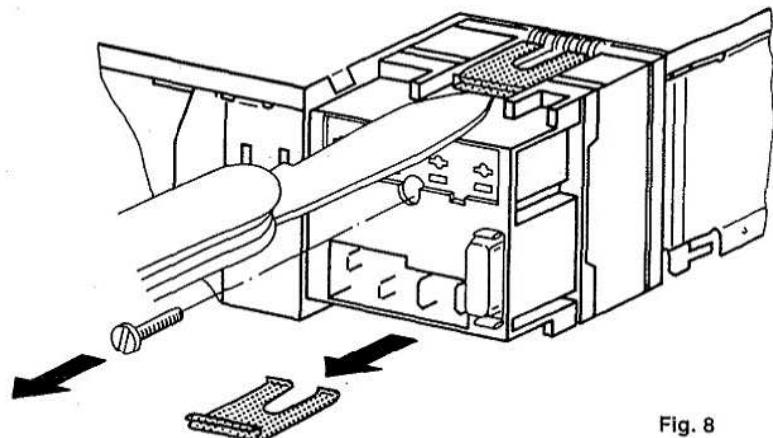

Fig. 8
Für den Quick-Out-Betrieb ist das komplette Anschlußkästchen mit ± und Lautsprecheranschluß am Autoradio zu wechseln, siehe Fig. 8 - 10.
1. Schraube lösen, obere und untere Haltefeder mit einem spitzen Gegenstand oder einer stabilen Messerklinge durch Unterhebel entriegeln, siehe Fig. 8.
For Quick-Out operation the whole connection box with ± and speaker connection must be replaced, see fig. 8 - 10.
1. Loosen the screw and unlock the top and bottom support springs by lifting them with a sharp object or a solid knife blade, see fig. 8.
Pour le service Quick-Out, il faut échanger la boîte de jonction complète avec ± et raccord de haut-parleur, voir fig. 8 - 10.
1. Desserrer la vis, dévérrouiller les ressorts de retenue supérieur et inférieur en les levant à l'aide d'un objet pointu ou d'une lame de couteau, voir fig. 8.
Для операции Quick-Out вся соединительная коробка с ± и подключение динамика необходимо заменить, см. рис. 8 - 10.
1. Ослабьте винт и разблокируйте верхнюю и нижнюю опоры пружины, подняв их острым предметом или твердым лезвием ножа, см. рис. 8.